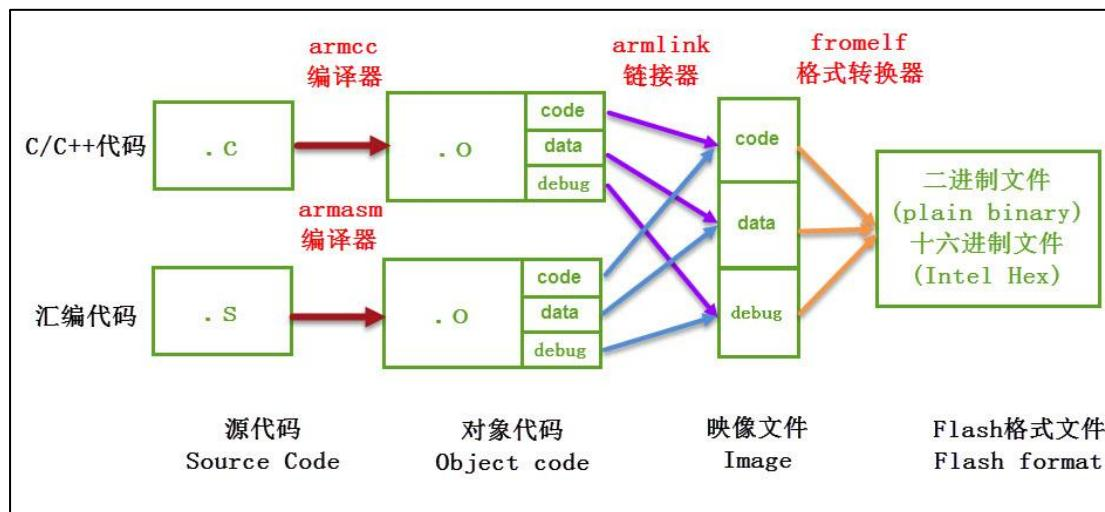

图 49-1 MDK 编译过程
首先我们简单了解下 MDK 的编译过程，它与其它编译器的工作过程是类似的，该过程见图 49-1。
- (1) 提示信息的第一部分说明构建过程调用的编译器。图中的编译器名字是“V5.06(build 20)”，后面附带了该编译器所在的文件夹。在电脑上打开该路径，可看到该编译器包含图 49-3 中的各个编译工具，如 armar、armasm、armcc、armlink 及 fromelf，后面四个工具已在图 49-1 中已讲解，而 armar 是用于把.o 文件打包成 lib 文件的。